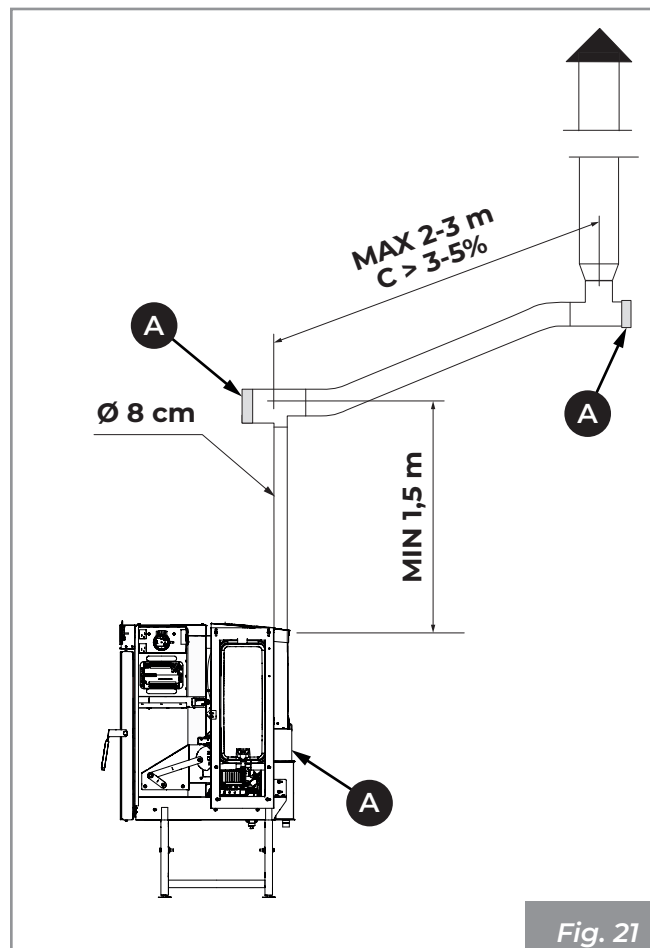

Fig. 21
Se recomienda hacer un máximo de 3 cambios de dirección, además del resultante de la conexión trasera del aparato a la chimenea, utilizando curvas de 45° - 90° o racores en T (**Fig. 21**).
Utilizar siempre un empalme con forma de T con tapón de inspección (A) para cada variación horizontal y vertical del recorrido de descarga de humos (**Fig. 21**).
Los tramos horizontales deben tener una longitud máxima de 2-3 m con una pendiente hacia arriba de 3-5% (**Fig. 21**).